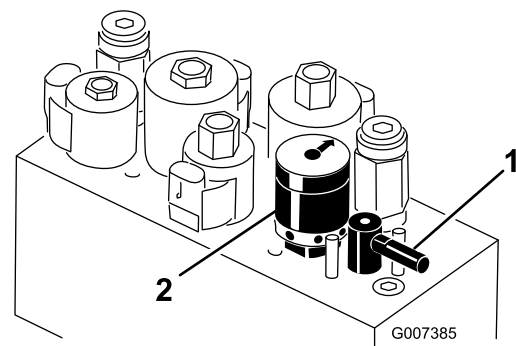

Bild 60
5. Drehen Sie den Läpphebel auf R (Bild 60).
6. Drehen Sie den Spindeldrehzahlregler auf 1 (Bild 60).